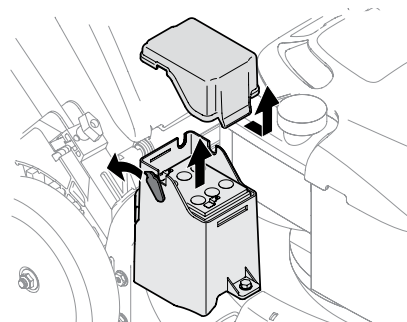

Figure 4-7
2. Débranchez le câble positif et le câble négatif de la batterie, puis soulevez la batterie pour la retirer de l'appareil. Voir Figure 4-7.